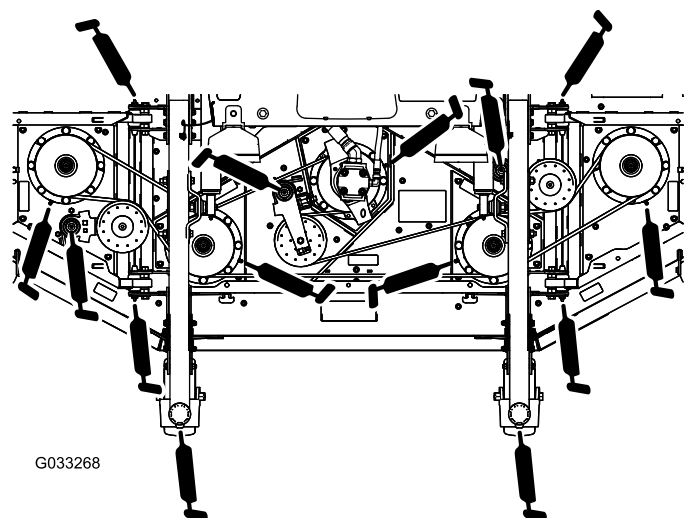

Figura 83
- 2 casquillos del eje de la horquilla de la rueda giratoria (Figura 83)
- 5 casquillos del eje de la rueda giratoria (ubicados en la carcasa) como se muestra en Figura 83
- 3 casquillos del pivote del brazo libre (ubicados en el eje del brazo libre) como se muestra en Figura 83
- 4 casquillos de las alas de la carcasa (situados en los pasadores de giro de las alas) como se muestra en la Figura 83.